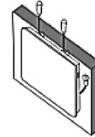

Abb. 4
4. Schrauben Sie das Heizpanel mit den zwei (zuvor entnommenen) Schrauben oben am Rahmen fest. (Abb. 4)
- C) Wählen Sie „Heater“, wie in **Abb. 4** gezeigt.